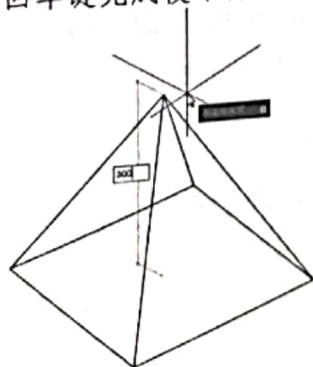

图 12-29 指定高度
▶Step03 按回车键后，再向上移动光标，根据提示输入高度值 300，如图 12-29 所示。